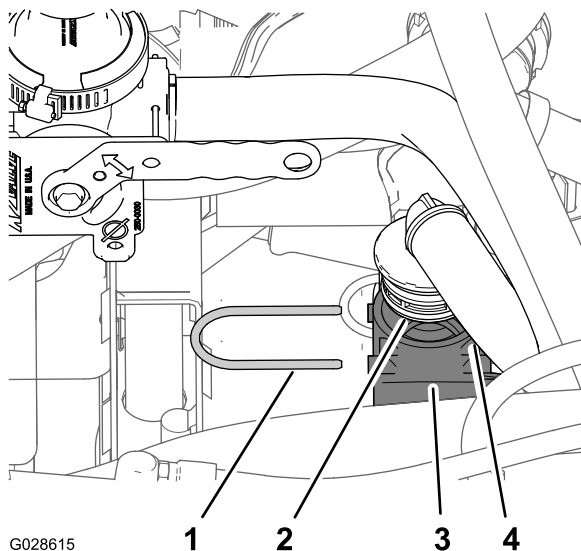

Figura 27
1. Inserite il raccordo dentellato a 90° del flessibile di bypass del nebulizzatore nel raccordo a T inferiore (Figura 27) su cui avete lavorato al passaggio 2 della sezione Preparazione all'installazione della valvola del nebulizzatore (pagina 11).
2. Fissate il raccordo a 90° al raccordo a T inferiore con il fermo (Figura 27) rimosso alla voce 2, Preparazione all'installazione della valvola del nebulizzatore (pagina 11).